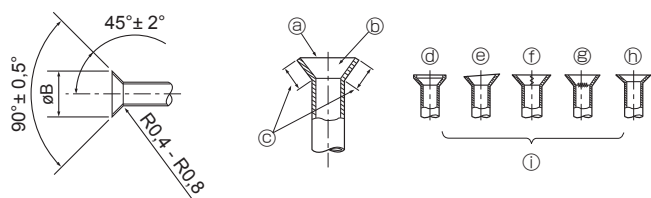
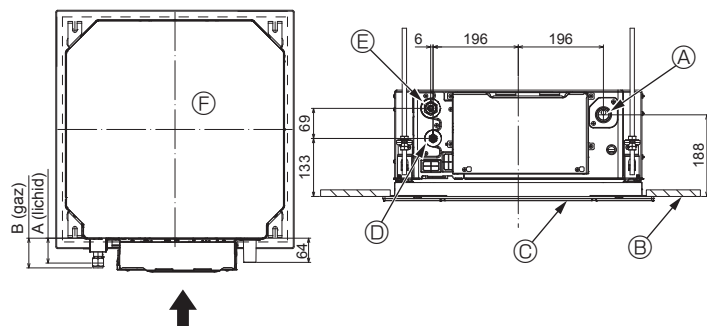

Fig. 5-6
Fig. 5-7
5.3.5. Verificarea (Fig. 5-6)
- ① Complet neted
- ② Interiorul este lucios și nu prezintă zgârieturi
- ③ Lungime uniformă peste tot
- ④ Excesiv
- ⑤ Înclinat
- ⑥ Zgârieturi pe suprafața evazată
- ⑦ Crăpături
- ⑧ Neuniform
- ⑨ Exemple necorespunzătoare
5.4. Locațiile conductelor de curgere a agentului frigorific și de evacuare (Fig. 5-7)